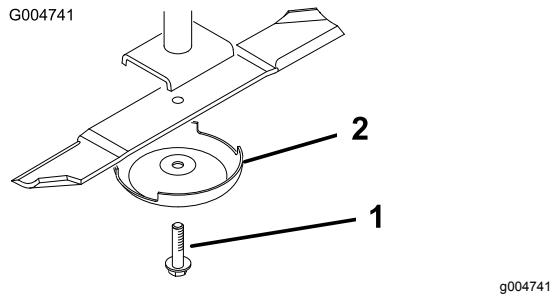

図 129
3. スピンドルのシャフトからブレードボルト、芝削り防止カップ、ブレードを取り外す 図 129。